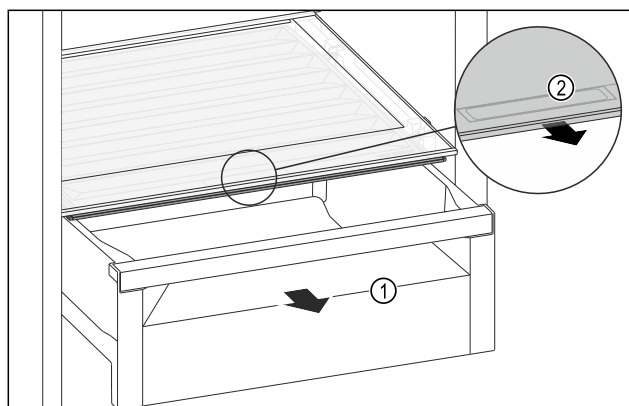

Fig. 162
- Zásuvku Fig. 162 (1) vytáhněte.
- Uchopte prohlubeň pro rukojeť Fig. 162 (2) na víko zásuvky a současně zatáhněte za víko zásuvky směrem dopředu.